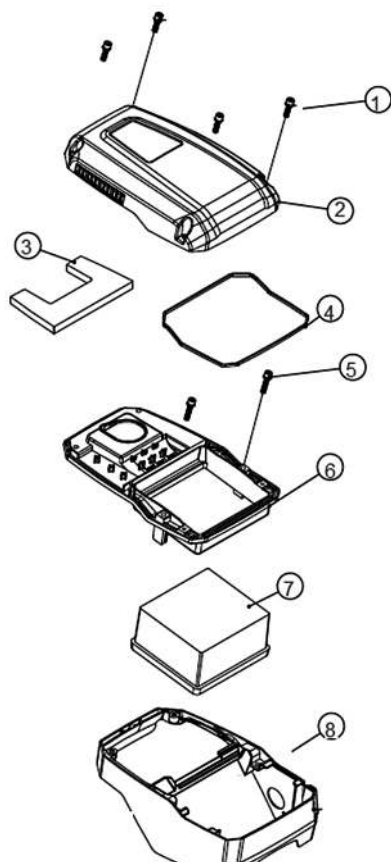

Рис. 18 Воздушный фильтр
1. Открутите винты 1 и снимите верхнюю крышку 2 воздушного фильтра (Рис. 18).
2. Извлеките из крышки поролоновый фильтрующий элемент 3 (Рис. 18). Проверьте целостность и чистоту фильтрующего элемента. При незначительном загрязнении промойте поролоновый фильтрующий элемент теплым мыльным раствором и просушите. Смочите специальным или чистым моторным маслом, после чего отожмите излишки масла. Поврежденный или сильно загрязненный поролоновый фильтрующий элемент замените.
4. Открутите винты 5 и снимите среднюю крышку 6 воздушного фильтра (Рис. 18).
5. Извлеките бумажный фильтрующий элемент 7 (Рис. 18) и осмотрите его. При необходимости замените.